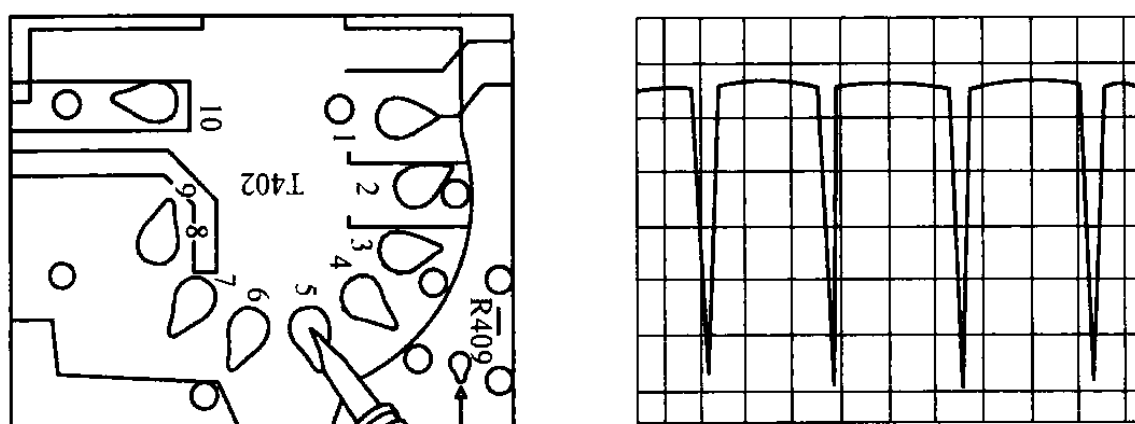

图 2-51 检测 T402⑤脚的脉冲信号
⑪ 继续用示波器检测 T402 的⑤脚的脉冲信号,检测部位及正常的波形如图 2-51 所示。这个脉冲信号电压的幅度大约为 55 V,它经 T402 的⑤脚输出后,再分别经外围元器件稳压整流后输出 +5 V、+9 V 和 +12 V 三级电压为主电路板上的集成电路供电。